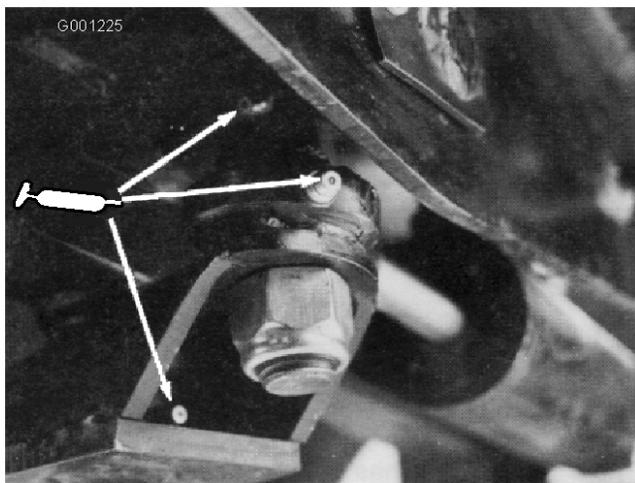

図 42
- ・ ステアリング・プレートのブッシュ (図 42)
- ・ アクスル・ピンのプッシュ (図 42)